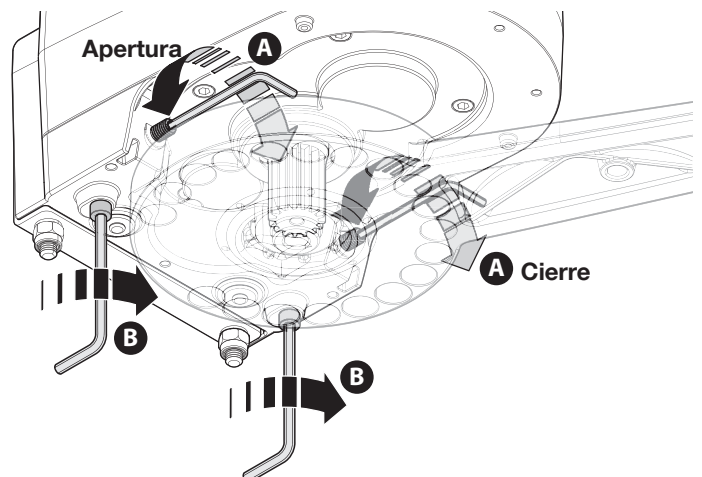

Fig. 18
07. Atornillando o desenroscando los dos tornillos sin cabeza **(A)** del motor, es posible ajustar los dos finales de carrera; a continuación, mediante los dos tornillos **(B)**, bloquear los dos tornillos de ajuste **(A)** **fig. 18**;